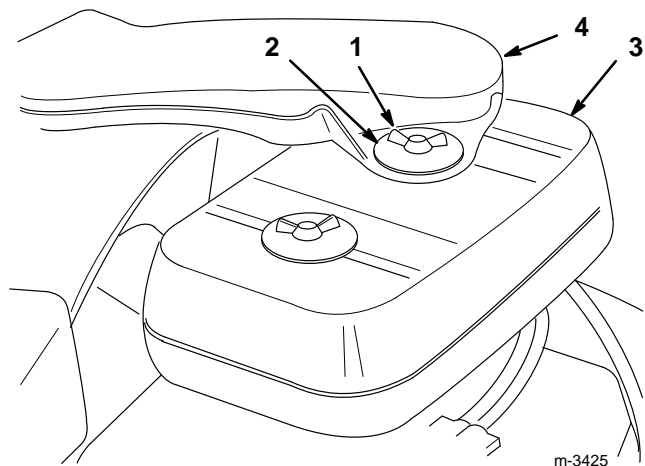

Abbildung 23
3. Den Bereich um den Luftfilter herum reinigen, um zu verhindern, daß Schmutz in den Motor gelangt und Schäden verursacht. (Abb. 23).
4. Flügelschrauben, Unterlegscheiben, Lufteinlaßrohr und Luftfilterabdeckung entfernen (Abb. 23).